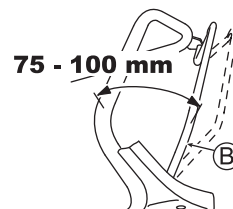

Abb. 26
Nehmen Sie die Einstellung so vor, dass die Maschine läuft (die Kupplung einrastet), wenn der Abstand zwischen dem Kupplungshebel (B) und dem Griff, wie in Abb. 26 dargestellt, 75 - 100 mm beträgt.